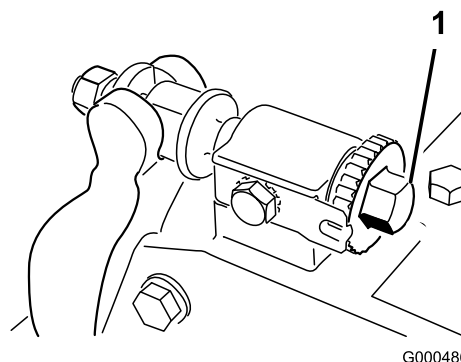
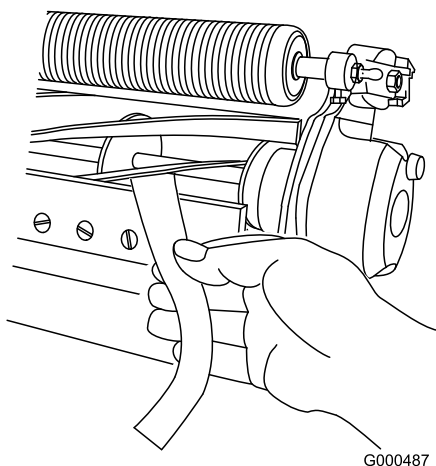

Figura 50
Figura 51
2. Asegúrese de eliminar el contacto con el molinete girando los tornillos de ajuste de la barra de asiento en el sentido contrario a las agujas del reloj (Figura 50).
4. En un extremo del molinete, inserte una tira larga de papel de periódico entre el molinete y la contracuchilla (Figura 51). Mientras gira el molinete lentamente hacia adelante, gire en el sentido de las agujas del reloj el tornillo de ajuste de la barra de asiento (en el mismo extremo del molinete) (Figura 50), un clic a la vez, hasta que el papel quede ligeramente aprisionado cuando se inserta desde delante, paralelo a la contracuchilla. Se notará una ligera resistencia al tirar del papel.
6. Cuando termine el ajuste, compruebe si el molinete 'pellizca' un papel cuando se inserta desde delante, y si corta el papel cuando se inserta perpendicular a la contracuchilla (Figura 51). Debe ser posible cortar el papel con un contacto mínimo entre la contracuchilla y las cuchillas del molinete. Si se nota una resistencia excesiva del molinete, será necesario afilar o amolar la unidad de corte para conseguir los filos necesarios para un corte de precisión (consulte el manual de afilado de molinetes de Toro).